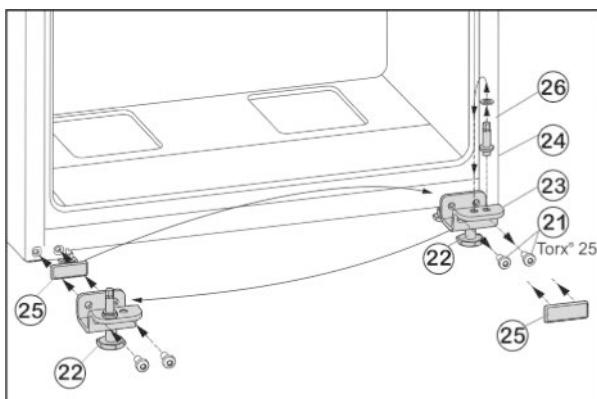

Fig. 6
- Открутите крепежные винты Fig. 6 (21).
- Снимите нижний опорный кронштейн Fig. 6 (23) вместе с опорным пальцем Fig. 6 (24), шайбой Fig. 6 (26) и регулируемой опорой Fig. 6 (22).
- Открутите опорный палец Fig. 6 (24) вместе с шайбой Fig. 6 (26) и, переставив в отверстие на противоположной стороне опорного кронштейна, снова прикрутите.
- Аккуратно снимите защитную пластину Fig. 6 (25) и переставьте ее на противоположную сторону.
- Прикрутите нижний опорный кронштейн Fig. 6 (23) вместе с опорным пальцем Fig. 6 (24), шайбой Fig. 6 (26) и регулируемой опорой Fig. 6 (22) с другой стороны шарнира (**с моментом 4 Нм**), при необходимости используйте аккумуляторный шуруповерт.
- Установите нижнюю дверцу сверху на опорный палец Fig. 6 (24).
- Выверните регулируемую опору Fig. 6 (22) на нижнем опорном кронштейне Fig. 6 (23) до ее соприкосновения с полом.